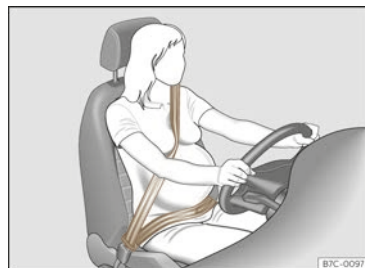

Abb. 25 Gurtbandverlauf bei schwangeren Frauen.
Bei **schwangeren Frauen** muss der Sicherheitsgurt gleichmäßig über die Brust und möglichst tief vor dem Becken verlaufen sowie flach anliegen, damit kein Druck auf den Unterleib ausgeübt wird - und das während der gesamten Schwangerschaft >>> (Abb. 25).
- Das Beckengurtteil des Sicherheitsgurtes muss bei Schwangeren möglichst tief vor dem Becken verlaufen und „um den runden Bauch herum“ flach anliegen >>> (Abb. 25).